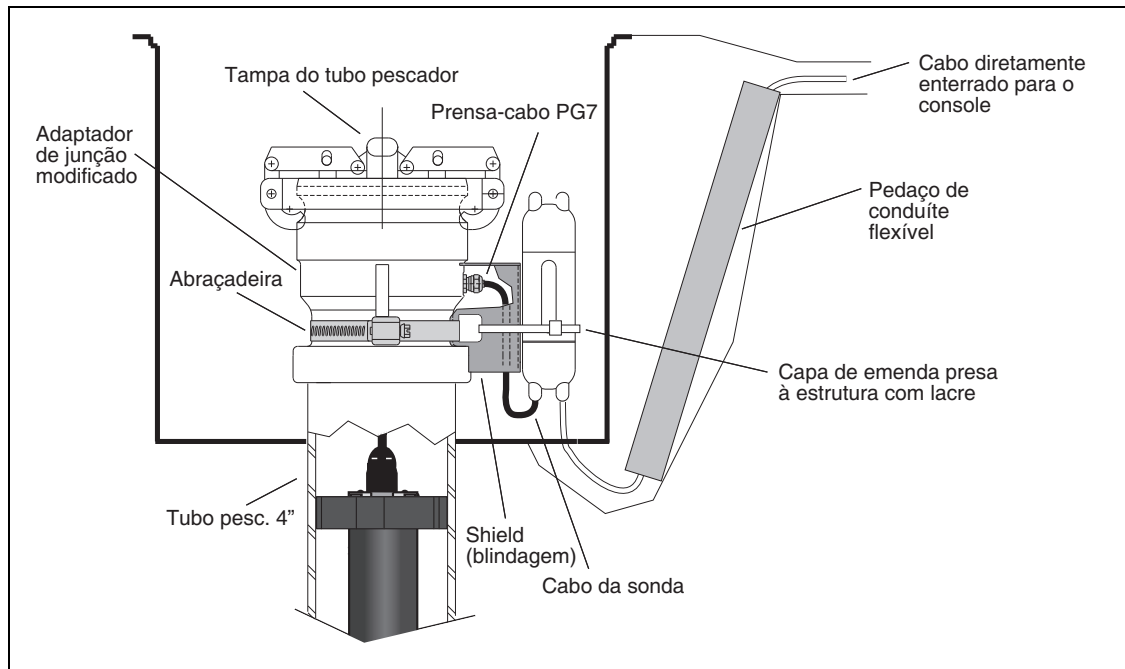

Figura 18. Instalação de sonda Mag em tubo pescador do extrator de vapor - Com adaptador de junção
12. Posicione a caixa protetora sobre o prensa-cabo PG7 e prenda com a abraçadeira (ver Figura 18 na página 24).